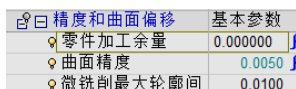

图3-191 精度和曲面偏移(6)
- 展开“精度和曲面偏移”选项，设置“零件加工余量”为“0.000000”、“曲面精度”为“0.0050”，其他参数如图3-191所示。